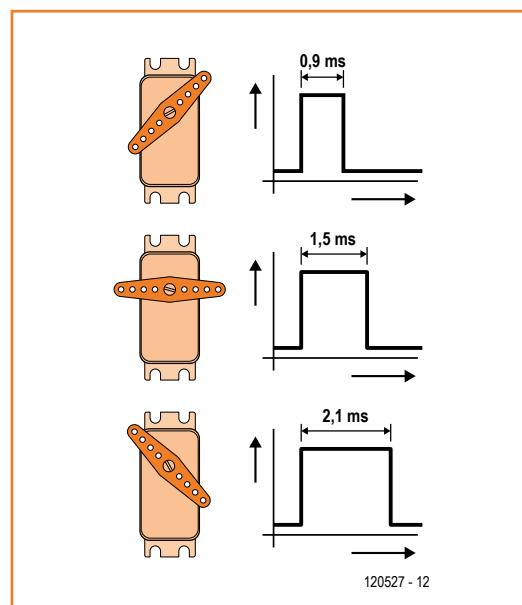
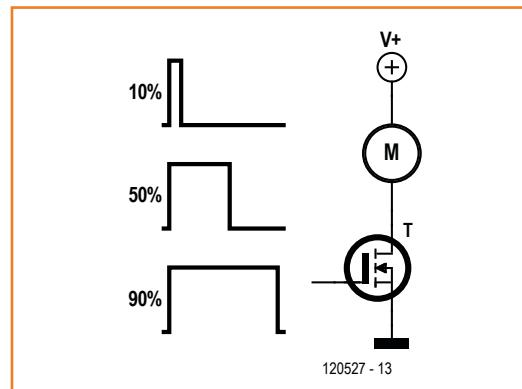

Figure 1.
Figure 2.
le même poids et une usure moindre, puisqu'ils n'ont pas de collecteur. Le variateur du moteur à courant continu est commandé par des impulsions (à une fréquence d'environ 50 Hz) et alimente le moteur à courant continu par impulsions modulées à une fréquence d'environ 3 kHz. Pour une durée d'impulsion en entrée de 1 ms, le moteur est arrêté, pour 2 ms il tourne à plein régime. Un moteur *brushless* (BL) doit être alimenté en alternatif triphasé, le variateur du moteur CC ne convient pas. Le régime du moteur BL est proportionnel à la fréquence du courant triphasé. La construction du variateur BL est plus compliquée parce qu'il doit produire une fréquence donnée, mais aussi surveiller la rotation du moteur, de façon à accorder la fréquence et le régime. Heureusement, le commerce spécialisé nous propose de nombreux variateurs BL bon marché, si bien que le fer à souder peut (encore) rester froid. Il ne reste plus maintenant qu'un petit problème à résoudre : le variateur pour moteur BL attend à l'entrée un signal de servo (**figure 1**). Il s'agit d'un impulsion de durée comprise entre 0,9 et 2,1 ms, qui se répète toutes les 20 ms. Or le récepteur radio du modèle ne délivre pas de signal « servo » pour le moteur, puisque le variateur est incorporé à la platine. La sortie du récepteur a en principe l'aspect de la **figure 2**. Un MOSFET de puissance est commandé par un signal MLI (modulation de largeur d'impulsion, ou *Pulse Width Modulation*). Il s'agit en général d'un MOSFET à canal N, commandé par un signal référencé à la masse et qui commute le moteur à la masse. Le signal MLI est un rectangle à plusieurs kilohertz. La durée d'impulsion varie de 0 à 100 % (souvent seulement de 20 à 90%) le moteur convertit la commande pulsée en un niveau d'énergie motrice : plus l'impulsion est longue, plus élevé est le régime du moteur. À 100 %, le MOSFET est conducteur en permanence, le moteur tourne à vitesse maximale.